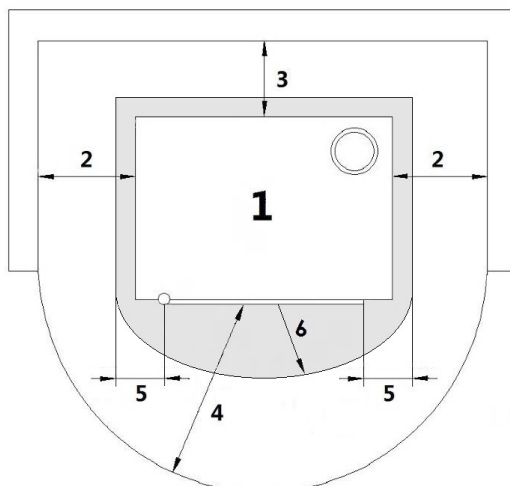

Fig. 10 - Installation générique
- Les poêles installés en un point isolé doivent être éloignés des éventuels murs ou meubles, de manière à garantir une circulation minimum de l'air sur les côtés et à l'arrière pour permettre un refroidissement efficace de l'appareil et une bonne distribution de la chaleur dans le milieu (voir **Fig. 10 à page 38**).
- Dans les normes de sécurité de feu il faut respecter les distances des objets inflammables ou sensibles à la chaleur (canapés, meubles, revêtements en bois etc...) selon **Fig. 10 à page 38**.
- Si le sol est constitué d'un matériau combustible, réaliser une protection (plaque en acier, matériau réfractaire, marbre...) en utilisant un matériau incombustible. Pour les dimensions de la protection, voir **Fig. 10 à page 38**.